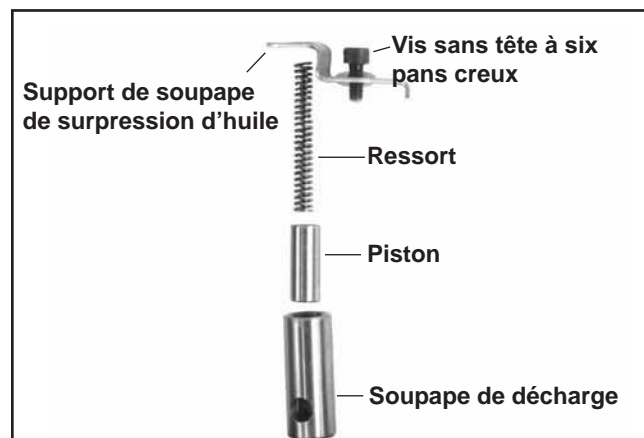

Figure 11-14. Installation du corps de la soupape de surpression d'huile, du piston plongeur et du ressort.
- Insérer le piston et le ressort dans le corps. Voir la figure 11-14.
- Installer le support et la vis hexagonale à brides. Voir les figures 11-14 et 11-18.